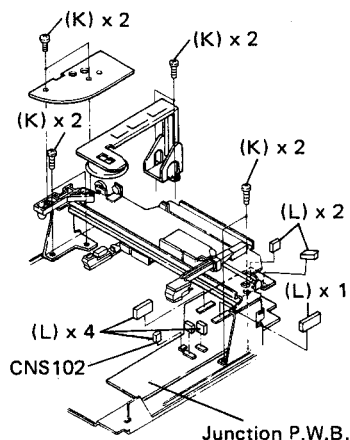

Figure 6-2
*2. Remove the socket CNS102 from the tonearm motor and supply +10V DC to it to move the tonearm until the position where the tonearm guide bracket may be taken out. See fig. 6-2.
*2. Den Anschluß CNS102 vom Tonarmmotor entfernen und diesem +10V Gleichspannung zuleiten, um den Tonarm bis zu der Position zu bewegen, an der die Tonarmführungshalterung herausgenommen werden kann. Siehe Abb. 6-2.
*2. Déposer la douille CNS102 du moteur du brad et l'alimenter en +10V cc pour déplacer le bras jusqu' à la position où la pate guide d bras peut être déposée. Voir la Fig. 6-2.